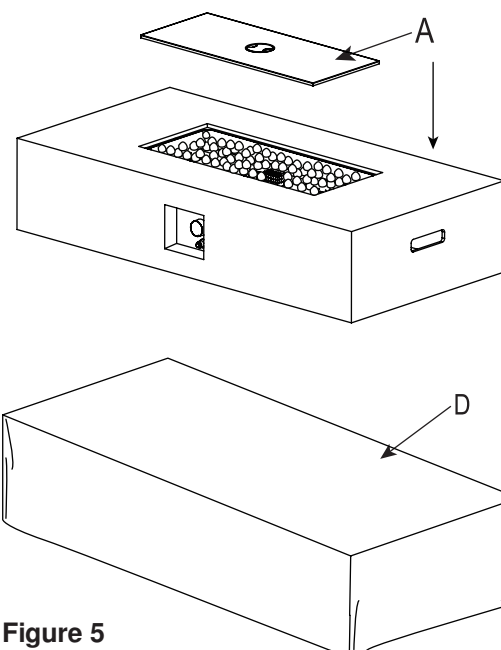

Figure 5
6. Una vez que el brasero esté completamente frío, cúbralo con la cubierta protectora (D) para protegerlo de las inclemencias del tiempo (ver Figure 5).